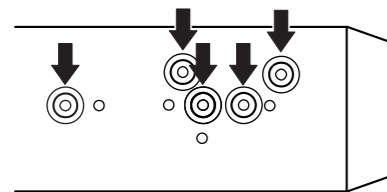
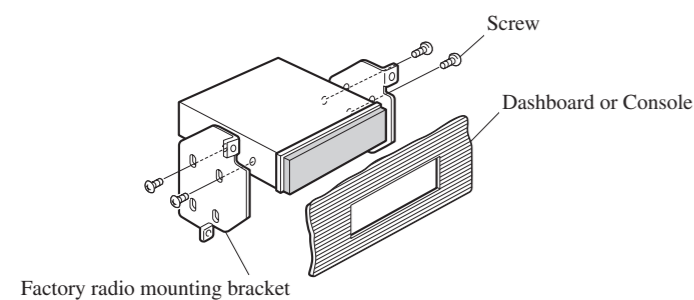

Fig. 12
Fig. 13
(Fig. 12) (Fig. 13)
2. Fixation de l'appareil au support pour le montage de la radio installée par le constructeur. (Fig. 12) (Fig. 13)